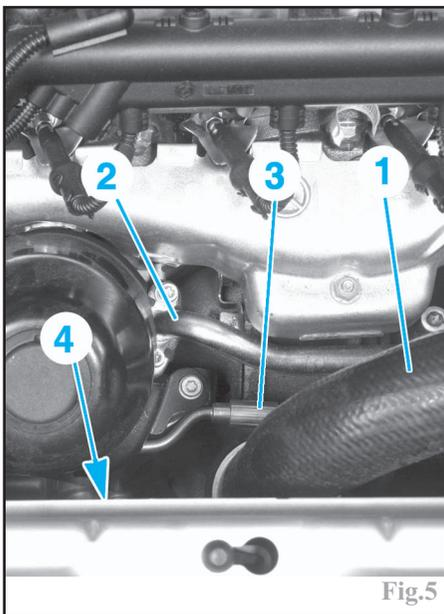

Fig.5
- Déposer (Fig.5) :
- le flexible d'air de suralimentation de turbocompresseur (1).
- le tuyau de liquide de refroidissement de l'échangeur thermique (2).
- la conduite d'arrivée d'huile (3).
- le corps du filtre à huile/échangeur thermique (4).